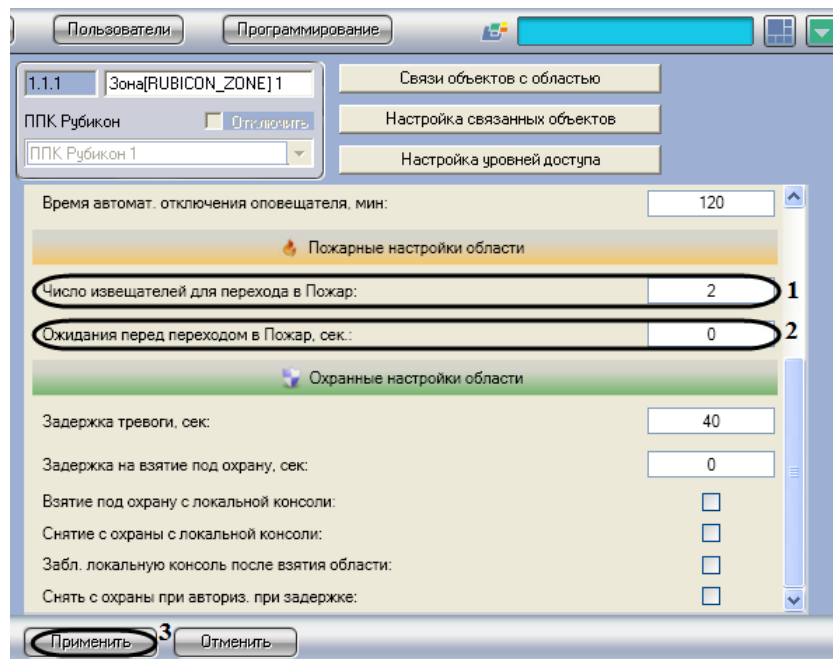

Рис. 3.7—3 Пожарные настройки области
1. Перейти на панель настроек объекта **Зона** (Рис. 3.7—3).
2. В поле **Число извещателей для перехода в Пожар**: необходимо ввести количество извещателей, после срабатывания которых формируется состояние Пожар (см. Рис. 3.7—3, 1).
3. В поле **Ожидания перед переходом в Пожар, сек**: необходимо ввести время ожидания в секундах до перехода в состояние Пожар (см. Рис. 3.7—3, 2).